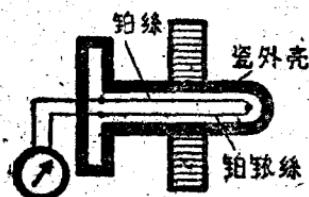

图4
2. 温差热电偶(图4) 两种不同金属的两端接触组成温差电偶，一端插入炉内受热，一端留在炉外冷却，由于两端有很大的温差，在金属片中发生了电动势，利用灵敏的电表就可以测量出它的电动势，由此就可以得知炉内温度的高低；或者直接把电动势送到变换元件(一般为放大器)，从而进一步控制动作。它的优点是产生的电动势与温度成正比，可以用在逐步调节的场合中，而且能耐高温达 1000°C 以上，所以一般测量高温都用它来作感受元件。